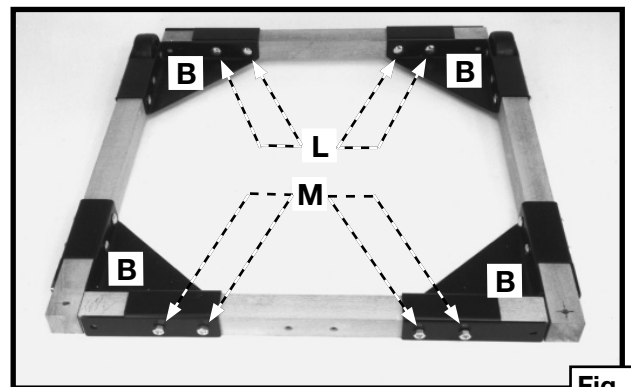

Fig. 10
- Coloque las tablas dentro de los soportes para esquina (B), Fig. 10. Alinee los orificios de las tablas con los cuatro orificios interiores de cada soporte para esquina (B), Fig. 10. Asegure las tablas a los soportes con 16 pernos de cabeza de hongo de 50,8 mm (2") (L) y tuercas hexagonales (M).
NOTA: Introduzca los pernos de cabeza de hongo (L), Fig. 10, desde el interior de los soportes (B) de manera que los cuadrados de los pernos encajen en los orificios cuadrados del soporte (B).